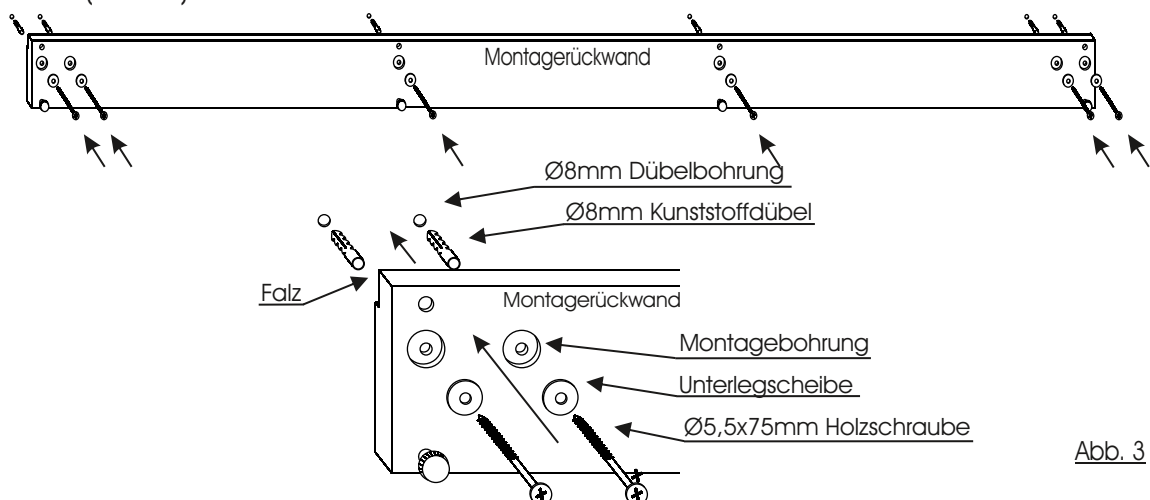

Abb. 3
3. Drehen Sie den Sockelgleiter auseinander. (Abb. 2) und stecken das Zapfenteil in die entsprechenden Bohrungen des Unterbodens. Sichern Sie den Gleiter mit je einer $\text{Ø}4 \times 17\text{mm}$ RW-Schraube. Anschließend wird das Gleitelement wieder aufgeschraubt. (Abb. 3)
5. Bohren Sie die Dübellöcher mit einem Ø8mm Bohrer und montieren Sie die Montagerückwand mit den Ø8mm Kunststoffdübeln, Unterlegscheiben und Ø5,5x75mm Holzschrauben waagrecht an die Zimmerwand. (Abb. 3)